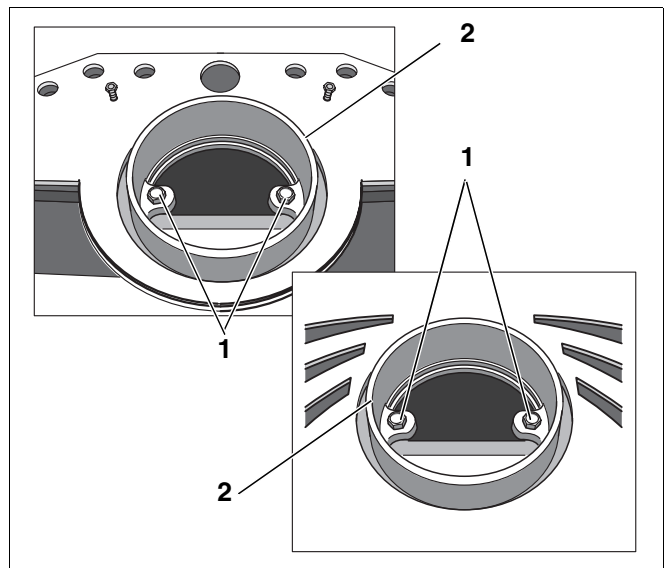

Abb. 32 Abgasanschluss Oberseite – Abgasstutzen (links blueline 4, rechts blueline 5)
- Schrauben des Abgasstutzens am Abgasanschluss Oberseite lösen (Abb. 32, **Pos. 1**).
- Abgasstutzen entfernen (Abb. 32, **Pos. 2**).